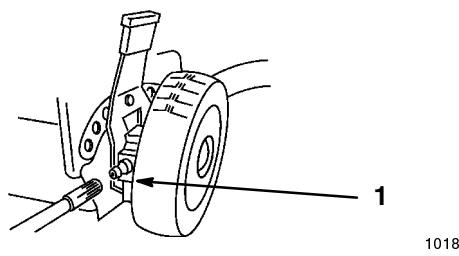

Figure 28
1. Essuyer les graisseurs des leviers de réglage de hauteur des roues arrière (Fig. 28) à l'aide d'un chiffon propre.